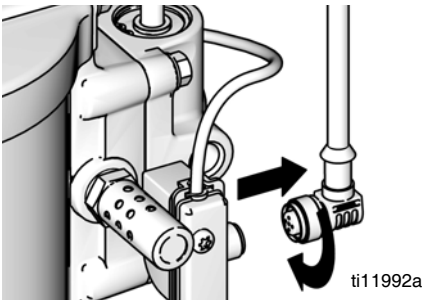

FIG. 10. Débranchez le DataTrak
1. Dévissez le câble de l'arrière de l'ensemble de commutateurs à lame. Consultez la section FIG. 10.